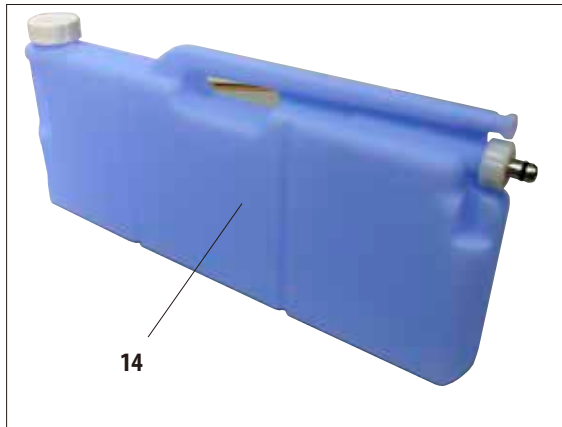

Fig. 52
- La botella de condensado (14, fig. 52) está diseñada con la misma forma y conexión que la botella del sistema. Para diferenciarla, se ha fabricado de plástico azul.